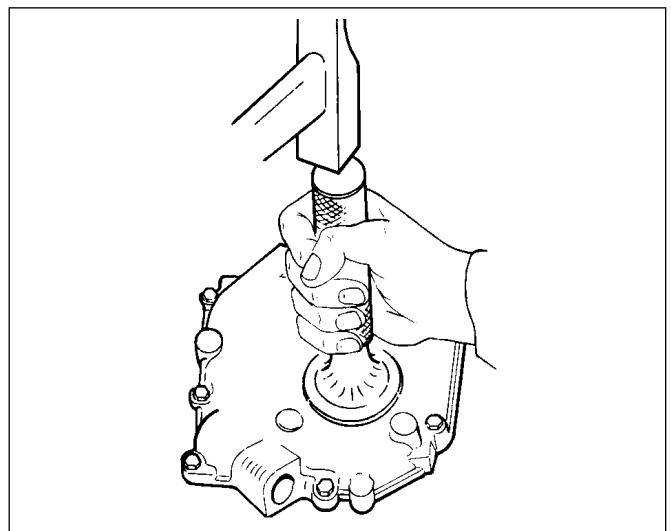

Abb. 41
I) AUSTAUSCHEN DER KURBELWELLENDICHTRINGE (Abb. 41)